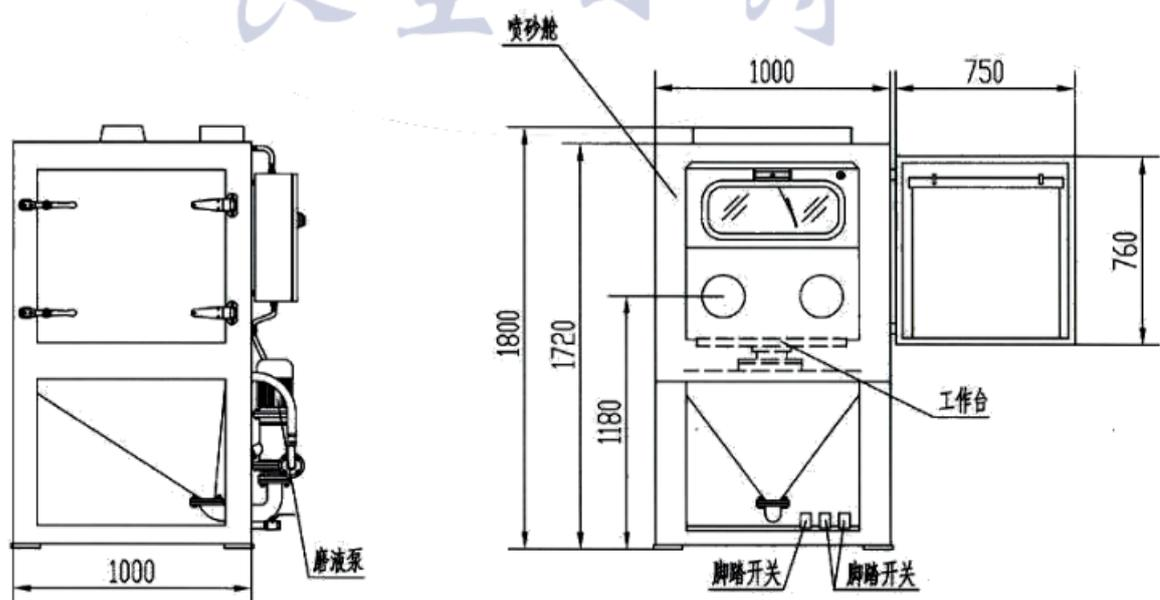
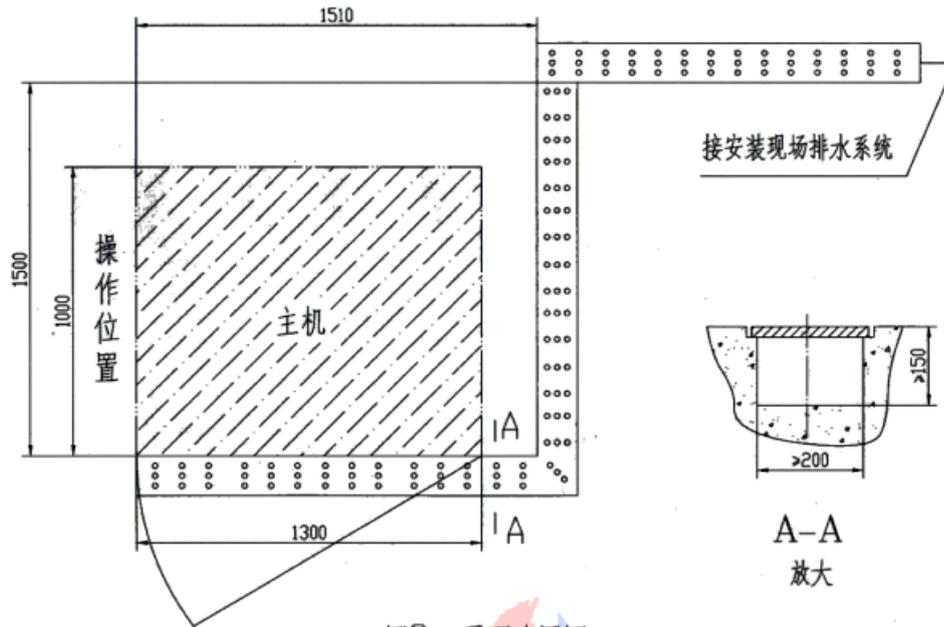

图 1 外形图
图2 平面布置图
- 1) 根据平面布置图（见图 2），在欲安装地点选择适当的安装位置，并制作排水沟。
- 1) 根据平面布置图（见图 2）将机器就位，如果地面不平，应将机器就位后垫稳。
- 3) 按照图 1、图 2、图 3、图 4 和图 5 连接水、电、气源管路。